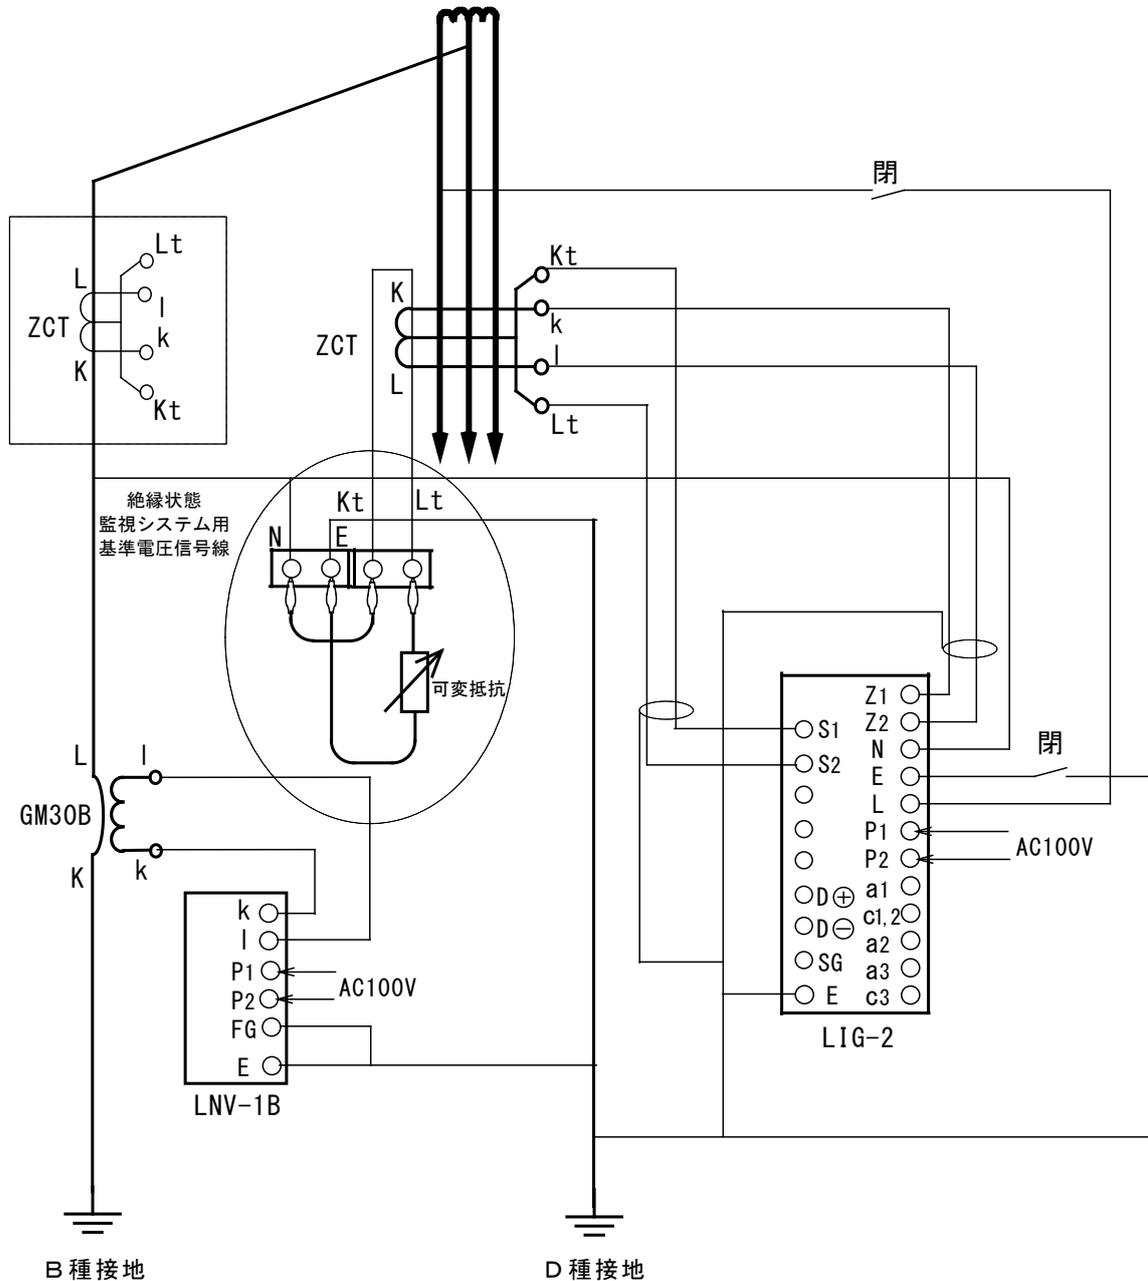

図 8-2 電路運用状態における実際の試験配線例
- ① 図 8-2 の様に配線します。
- ② 試験端子の N 端子と Kt 端子を接続します。
- ③ 試験端子の Lt 端子と E 端子間に、可変抵抗を接続します。
- ④ 可変抵抗の抵抗値を、LIG-2 の整定タップ値と電路電圧とから、表 8-1 を参考にして LIG-2 の整定タップ値より少し小さい電流が流れるように調整します。